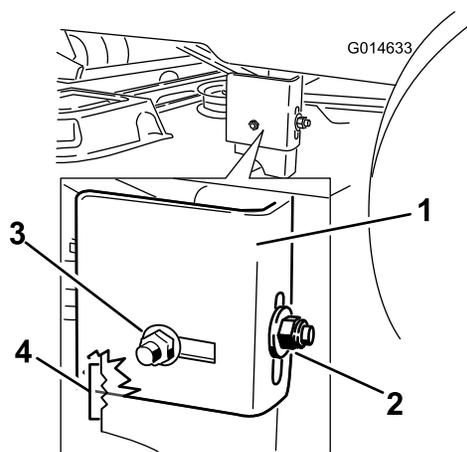

Figura 50
7. Spostatevi sul lato sinistro della macchina. Verificate che il bullone a testa tonda laterale sia in posizione fissa o nella scanalatura (Figura 50).
8. Se il bullone a testa tonda laterale è in posizione fissa, rimuovete sia il bullone a testa tonda laterale che il dado di bloccaggio laterale dalla posizione fissa e installateli nella scanalatura posteriore (Figura 50).
9. Allentate il dado di bloccaggio posteriore sul supporto di sospensione (Figura 50).